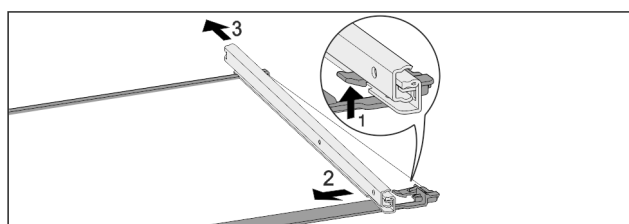

Fig. 125 Placa de sticlă cu șine
- ▶ Apăsăți în sus cârligul de blocare frontal. Fig. 125 (1)
- ▶ Îndepărtați șinele de extragere prin împingere în lateral Fig. 125 (2) și spre spate Fig. 125 (3).